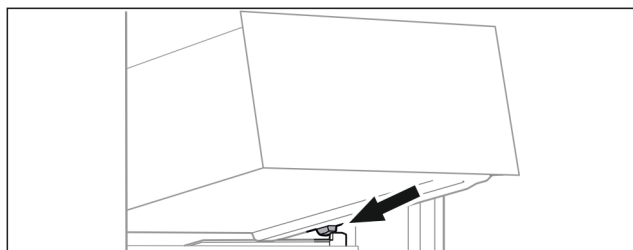

Fig. 97
- Helyezze a fiókot ferdén az ütközők mögé, a tartóbordára. (lásd Fig. 97)